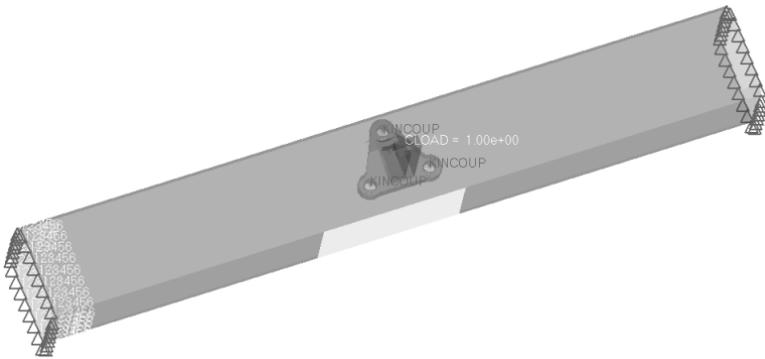

图 10-7 单元集
- (5) 在 Load Step 窗口的 Type，下拉列表框中选择 default (Pressure)。
- (6) 在 Element sets 下拉列表框中选择 pressure_set。为了显示所有的单元类表，单击 Expand (☰) 按钮以便展示 Set Browser 窗口，也可以使用 Filter 和 Sort 按钮来减少单元组的搜索范围。
- (7) 单击右箭头按钮将选中的单元集放置在 element sets table 中。
- (8) 在 Element sets 下拉列表框中单击 Review set，HyperMesh 中的单元集将被高亮显示，如图 10-7 所示。